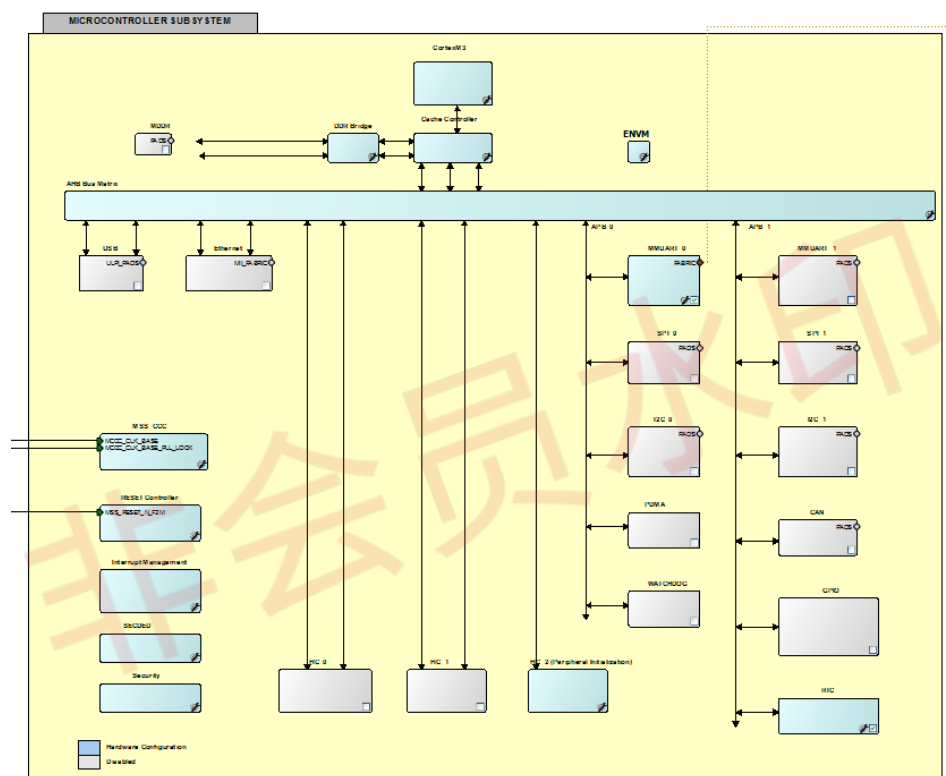

图 6.7 配置工程 (2)
(2) 在配置界面中去掉所有模块的勾选项，只保留 UART 模块，如图 6.7 所示。其中一个外设对应一个模块，点击模块右下角选框可以使能/失能某一模块，使能模块呈现浅蓝色，失能模块呈现灰色；